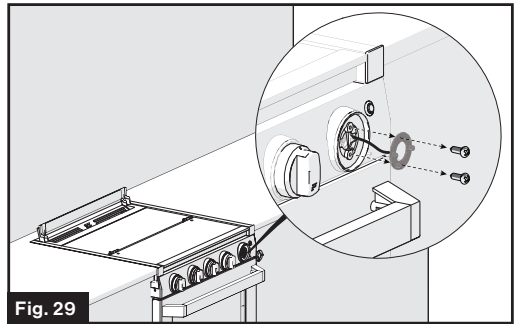

Fig. 29
3. Retire los dos tornillos que sujetan la luz LED con un destornillador Phillips. (Fig. 29)